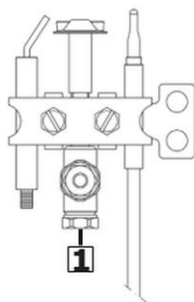

Fig. 8
- dévissez le capuchon à vis **1** (fig. 8).